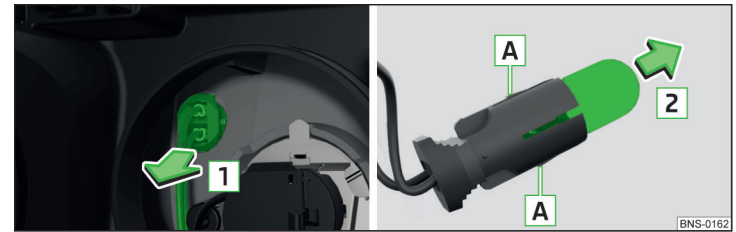

Abb. 372 Glühlampe für Standlicht wechseln
- › Die Fassung mit der Glühlampe mit Wackelbewegungen in Pfeilrichtung **1** » Abb. 372 herausziehen.